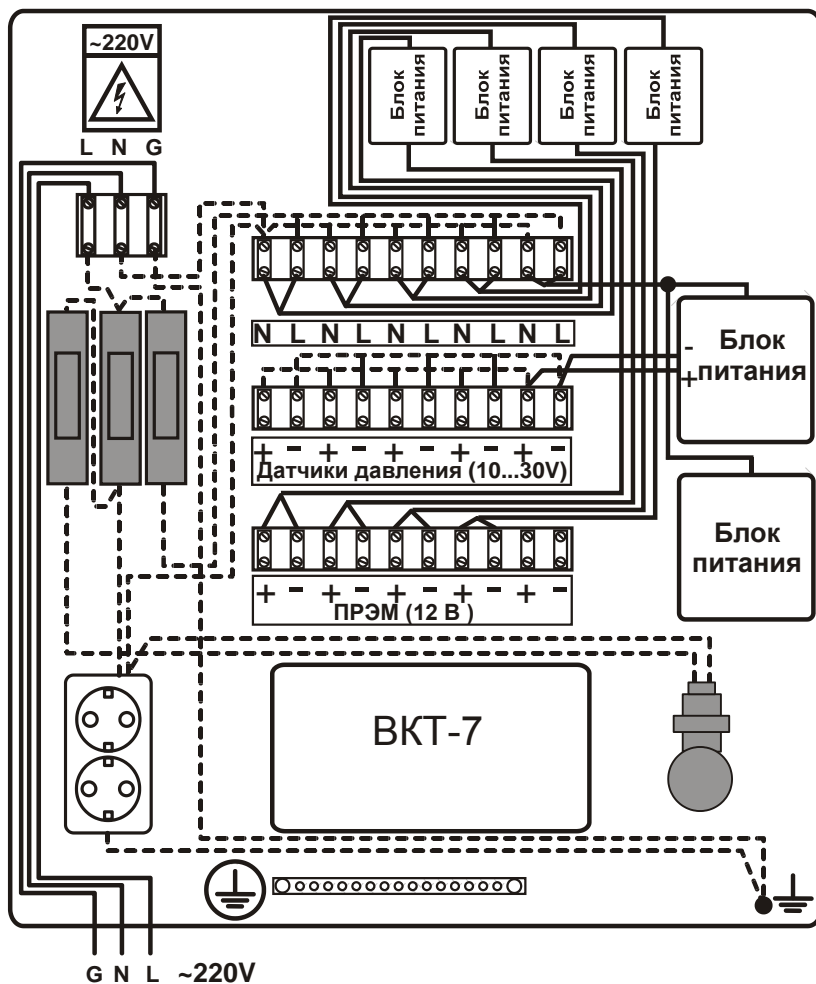

Рисунок 3 – Схема подключения
Электрическая разводка при выпуске показана на рис. 3 пунктиром.
4. Соединить блоки питания датчиков с клеммниками в соответствии со схемой, приведенной на рис. 3.
7. Завести кабель питания через гермоввод PG7, подсоединить его к клеммнику согласно рис. 3 и зажать гермоввод. Для фиксации кабеля использовать держатели, входящие в комплект поставки.
9. Выполнить соединения линий питания датчиков и сигнальных линий в соответствии со схемой, приведенной на рис. 3, и эксплуатационной документацией составные части теплосчетчика. Для фиксации линий использовать стяжки и крепеж, входящие в комплект поставки.